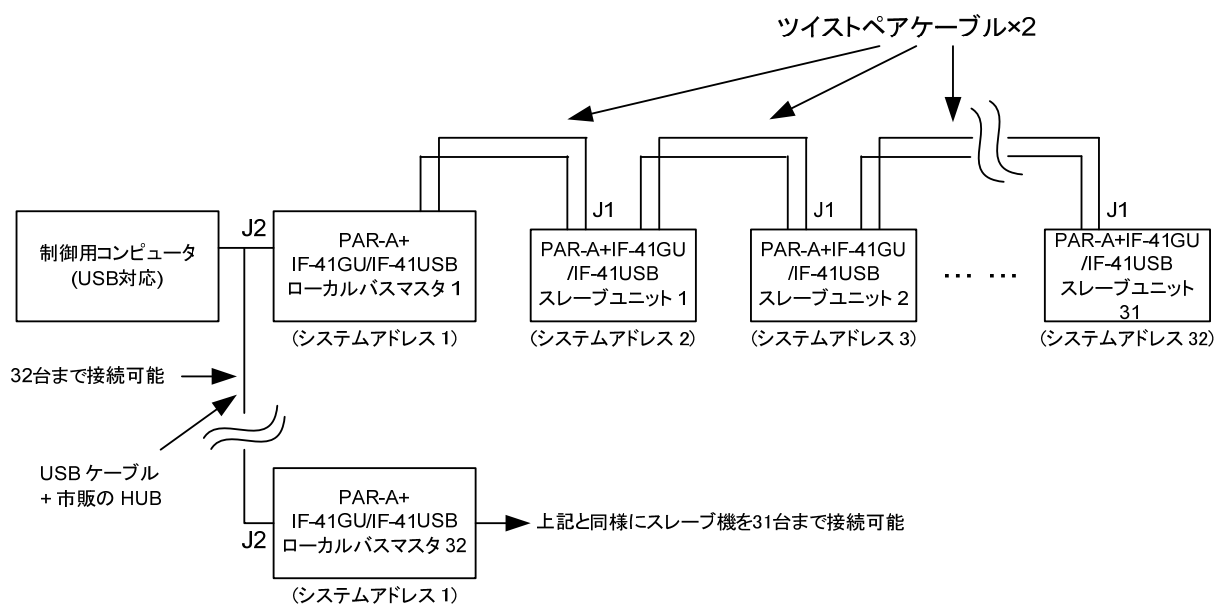

Fig.17 IF-41GU/IF-41USB を使用した USB によるコントロール
- ・ USB ケーブルを使ってコンピュータと直接接続可能なローカルバスマスターの台数は32 台です(HUB は除く)。コンピュータに直接接続したローカルバスマスターにツイストペア線 2 組を使って、31 台までスレーブ機を接続可能です。Fig.17 に接続図を示します。